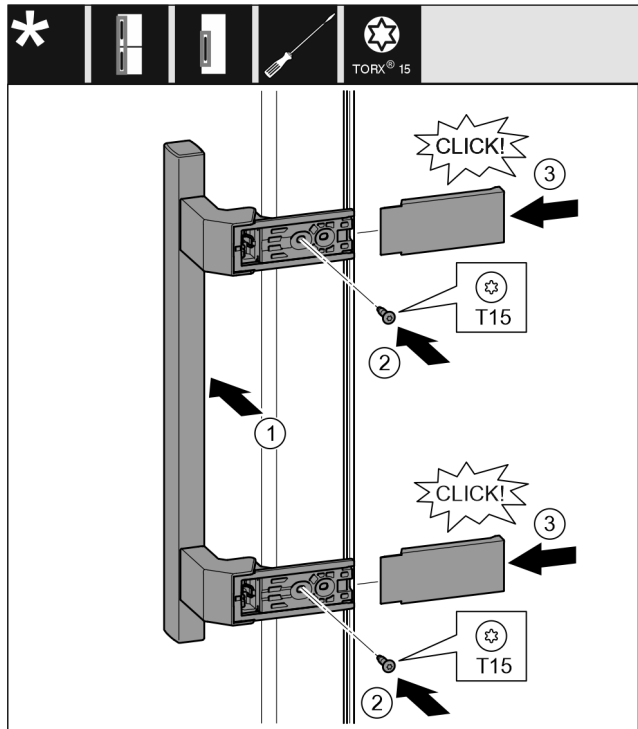

Fig. 17
- ▶ Установите ручку на противоположной стороне. Fig. 17 (1)
- ▶ Затяните винты отверткой T15. Fig. 17 (2)
- ▶ Установите крышки сбоку и надвиньте их. Fig. 17 (3)